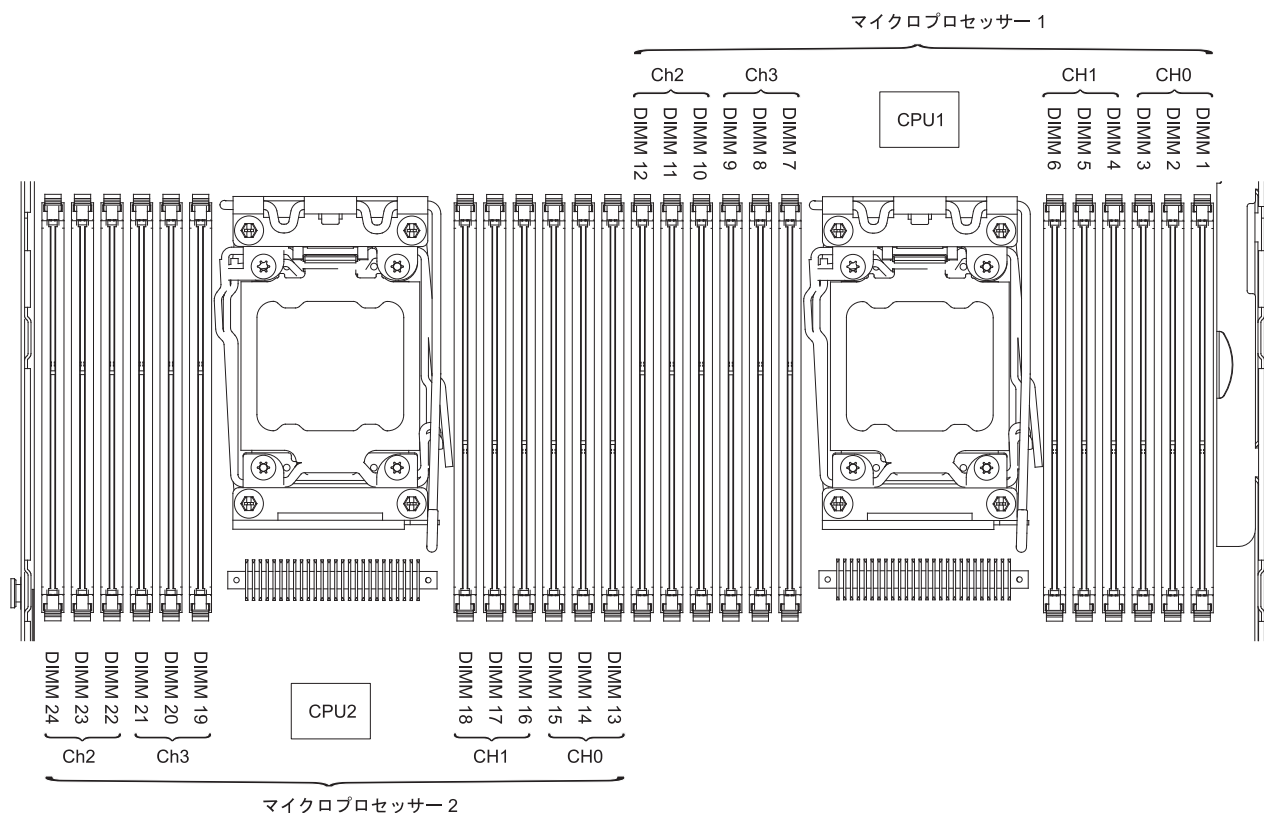

図 109. システム・ボード上の DIMM コネクタの位置
- SAN ボリューム・コントローラー 2145-DH8 ノードでは、DIMM スロット 1、4、9、および 12 に取り付けられた 4 つのモジュール (2 つ目のプロセッサが取り付けられている場合は、さらにスロット 13、16、21、および 24 に取り付けられた 4 つのモジュール) を使用します (145 ページの図 109 を